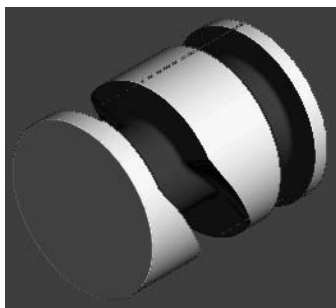

图 4-57 仿真加工结果
2) 在“仿真”工具栏的“当前刀具路径”下拉列表中选择要模拟的刀具路径 finish1，然后单击“执行”按钮，系统开始自动仿真加工，仿真加工结果如图 4-57 所示。